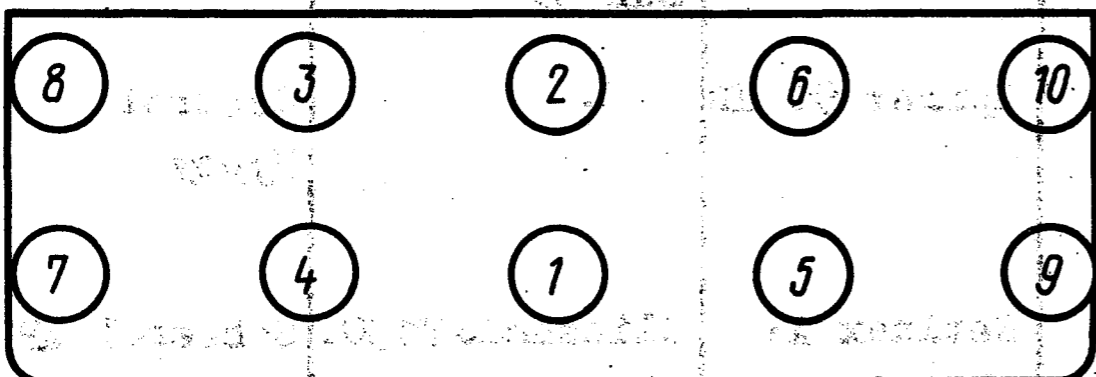

Рис. 3. Последовательность подтяжки гаек крепления головки цилиндров
2. Подтянуть гайки крепления скоб корпуса дополнительного клапана, момент затяжки 4,4-5,5 даН·м (4,4-5,6 кгс·м) и гайки крепления головки цилиндров в порядке, указанном на рис. 3. После подтяжки гаек крепления головки цилиндров, подтянуть гайки крепления стоек оси коромысел, момент затяжки 3,6-4,0 даН·м (3,6-4,0 кгс·м).